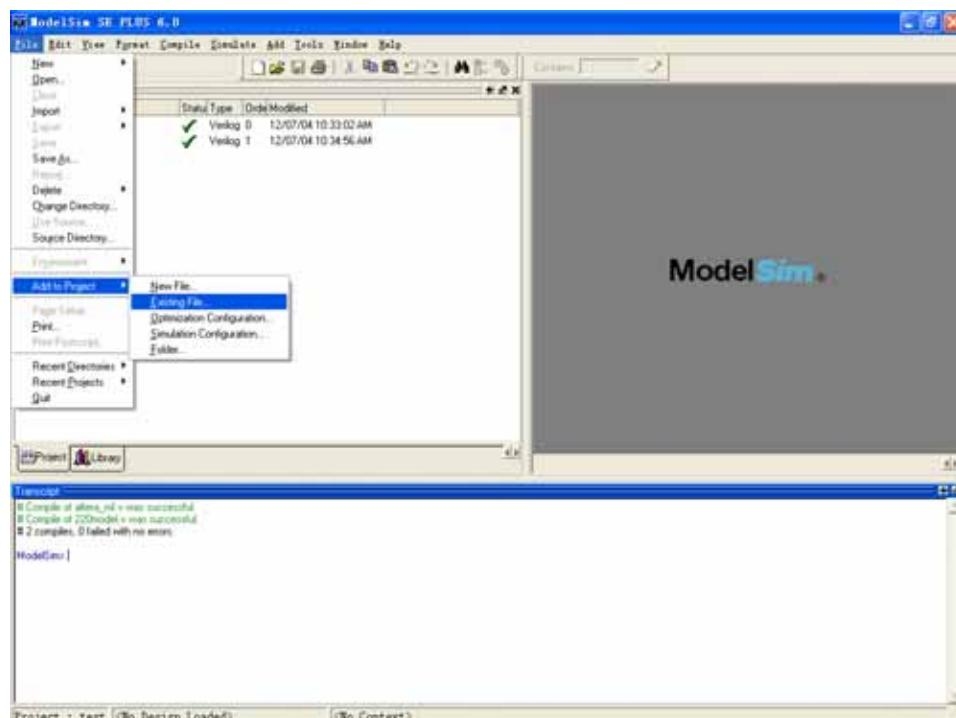

图 7 添加 PLL.V 和 Test_Pl.I.V 向导.
7. 添加 PLL.V 和 Test_Pl.I.V 文件.执行 File→Add to project→Existing file,如图 7 添加 PLL.V 和 Test_Pl.I.V 向导.